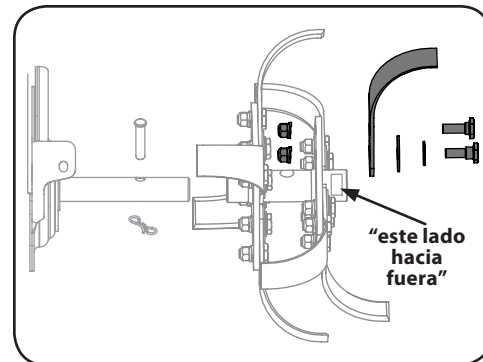

Figura 5-8
1. Saque las herramientas más altas: consiste en un tornillo con hombro y una tuerca y arandela cerradura en el lado dentro de la máquina. Vea la Figura 5-8.
2. Saque las herramientas más bajas: Consiste de un tornillo con hombro, arandela bellville y arandela plana en el lado afuera de la máquina, y una tuerca y arandela cerradura en el lado dentro de la máquina. Vea la Figura 5-8.